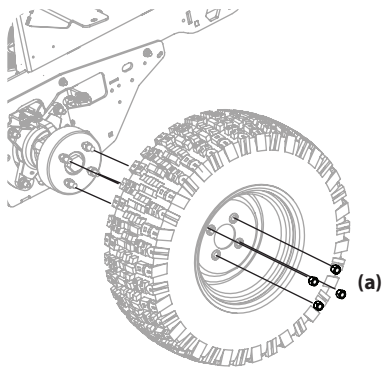

Figure 4-14
1. Retirez les quatre écrous de roue (a) de la roue. Voir Figure 4-14.